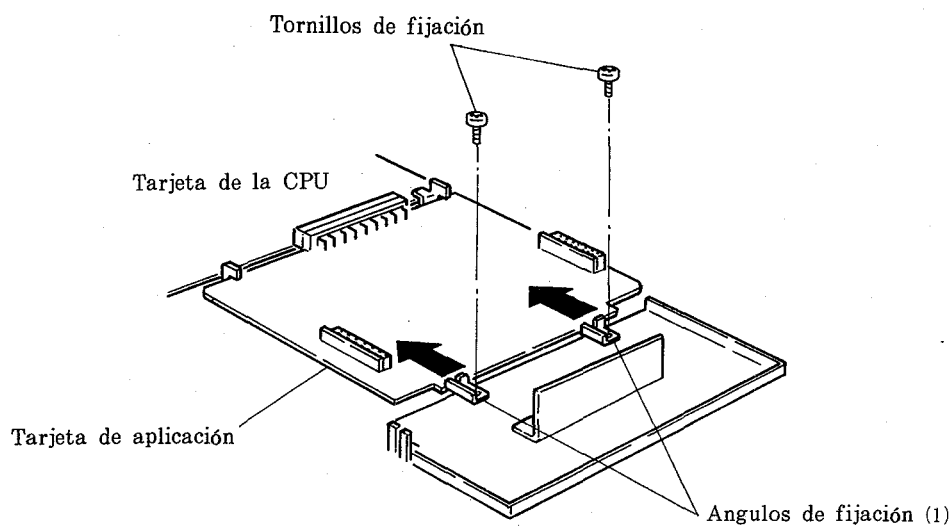

Figura 22
- b) Conecte los conectores de ambas tarjetas, y empuje los ángulos de fijación (1) en la dirección de las flechas para asegurar la conexión. (Vea la figura 22.)
- c) Asegure los ángulos de fijación (1) con los tornillos de fijación (2 piezas). (Vea la figura 22 de arriba.)